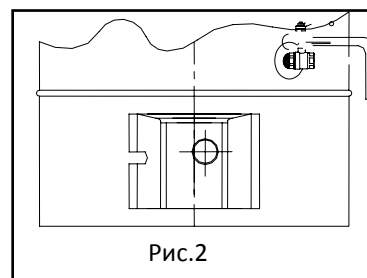

Рис.2
2.7 Установить сливной кран, используя специальную муфту на 1/2", расположенную на нижней части устройства, для слива воды в случае необходимости.(см. рис. 2)
Рис.2а
- 2-Соединить провода прибора по контролю удаления дыма. (см. рис.2а)